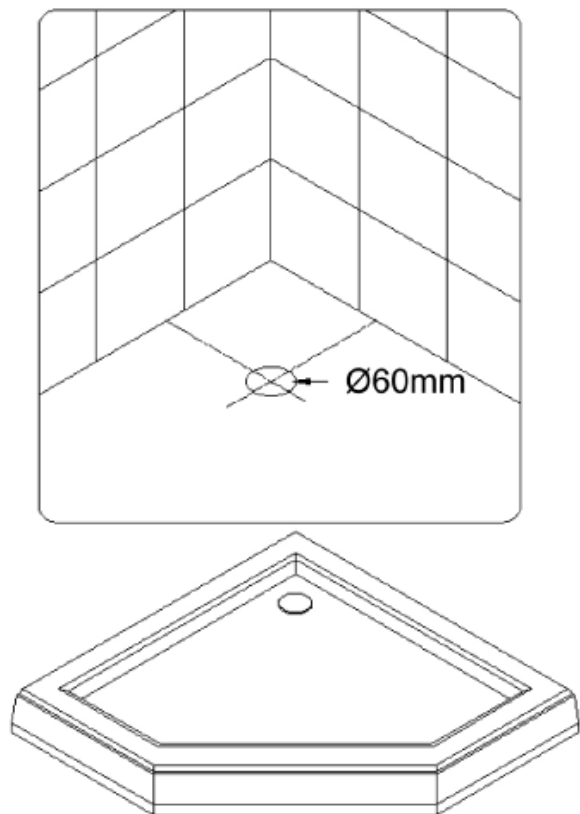

Рис. 1
1. Выберите место где будет установлен Душевой уголок и подведите канализационный слив для вашего **Поддона (21)**. (Рис. 1)